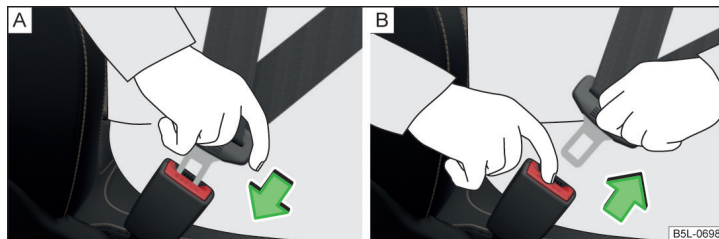

Fig. 5 Bouclage/débouclage des ceintures de sécurité
- Engagez la languette dans la boucle du siège correspondant » fig. 5 - **A** jusqu'à ce qu'elle s'enclenche de façon audible.
- Appuyez sur la touche rouge de la boucle » fig. 5 - **B**, la languette est éjectée.